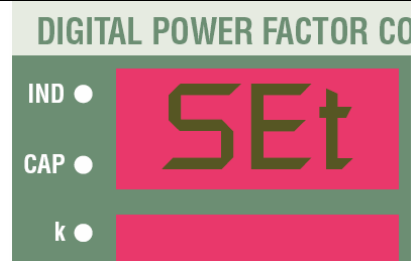

Рис. 2
- На дисплее появится символ SET, подтверждающий доступ к параметрам основного меню (рис.2).